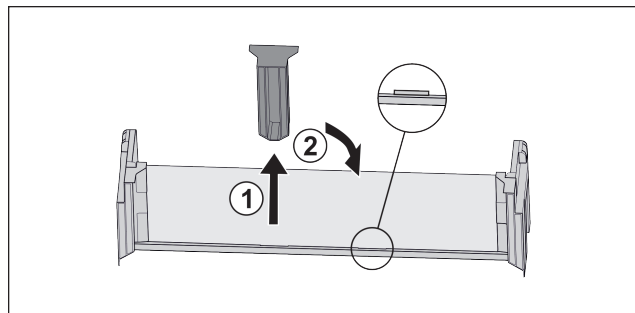

Fig. 83 *
- Mittleres Halteteil abziehen Fig. 83 (1).*
- Mittleres Halteteil auf zweiter Position einsetzen Fig. 83 (2).*